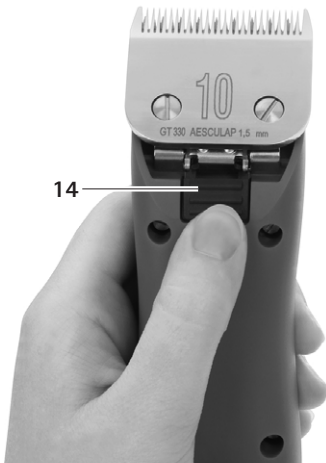

Abb. 4
- Scherkopf-Verriegelung 14 drücken, siehe Abb. 4.